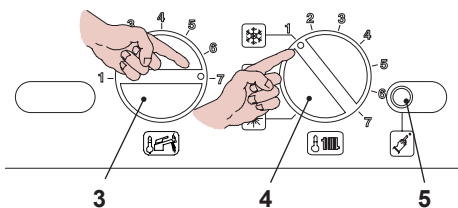
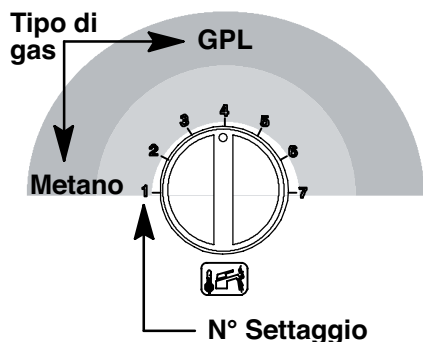
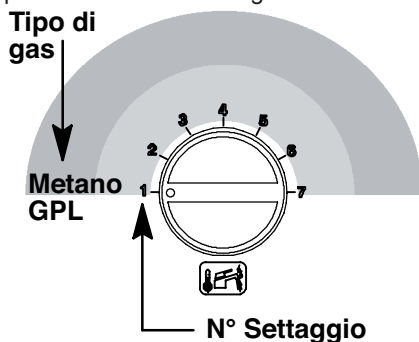

Fig. 8.2
Fig. 8.7
Fig. 8.11
- Posizionare il selettore 3 e la manopola regolazione sanitario 4 come in Fig. 8.2.
- Per settare il Tipo di gas bisogna entrare in programmazione premendo per 15 secondi il pulsante di ripristino 5 in Fig. 8.2 fino alla comparsa del parametro **P01** sul display LCD; sul display LCD compare la seguente visualizzazione (la sequenza **P01** si alterna - - - -).
- Premere il pulsante di ripristino 5 in Fig. 8.2 per lo scorrimento dei vari parametri sino al raggiungimento del parametro **P05** valido per il settaggio del Tipo di gas; sul display LCD compare la seguente visualizzazione (la sequenza **P05** si alterna a **01**).
Esempio: Se il tipo di gas di alimentazione è il GPL (G31) e la caldaia è predisposta per il funzionamento con il gas Metano (G20) ruotare la manopola 3 in Fig. 8.2 come in Fig. 8.7.
- Premere il pulsante di ripristino 5 in Fig. 8.2 per il raggiungimento del parametro **P06** valido per il settaggio del Tipo di gas (secondo livello); sul display LCD compare la seguente visualizzazione (la sequenza **P06** si alterna a **01**).
- Per cambiare il settaggio ruotare la manopola regolazione temperatura sanitaria 3 in Fig. 8.2 e posizionarla sulla posizione prescelta vedi anche Fig. 8.11.